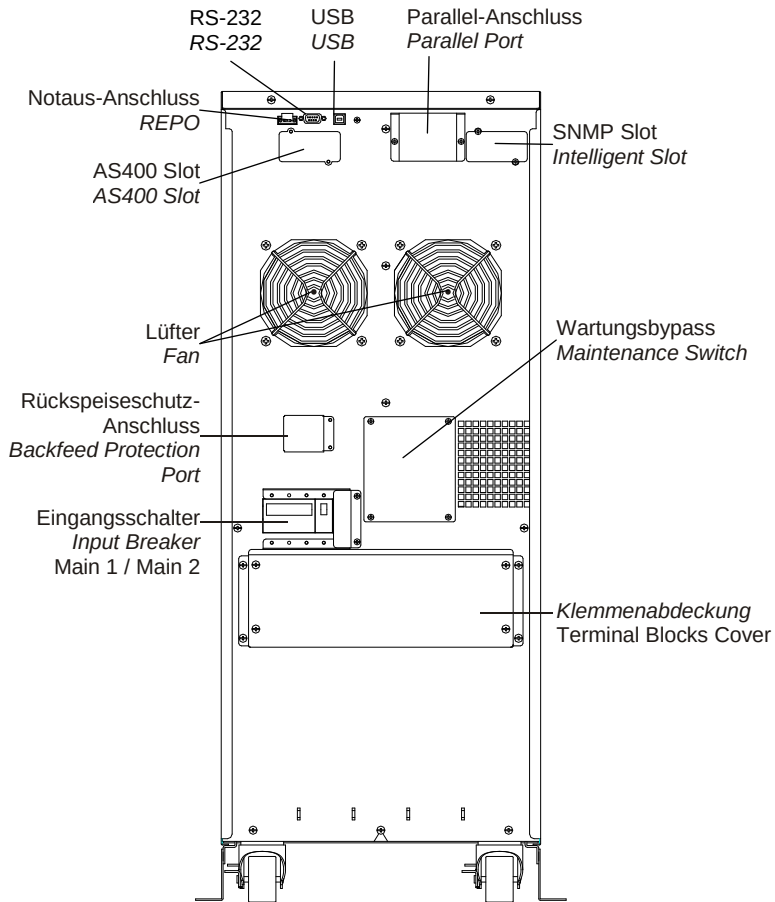

Abbildung 26: Kommunikationsoptionen XANTO S 10000 3/1
Um die Kommunikation zwischen der USV-Anlage und einem Computer herzustellen, schließen Sie den Computer mithilfe eines geeigneten Datenkabels (RS-232 - Kabel im Lieferumfang) an eine der Kommunikationsschnittstellen der USV an. In Abbildung 26 ist die Position der Kommunikationsschnittstellen dargestellt.
Die XANTO S ist mit zwei Slots (siehe Abbildung 26) für die folgenden Schnittstellenkarten ausgestattet:
2. Entfernen Sie die Blende mit der Beschriftung „Maintenance Switch“ auf der Rückseite der USV-Anlage (siehe Abbildung 26). Drehen Sie nun den Wartungsbypass (Maintenance Switch) von der Stellung UPS auf BYPASS.